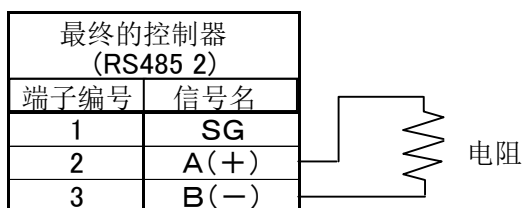

图5-7
①请将最后的控制器连接控制器附属的电阻。(参照图5-4、图5-7)